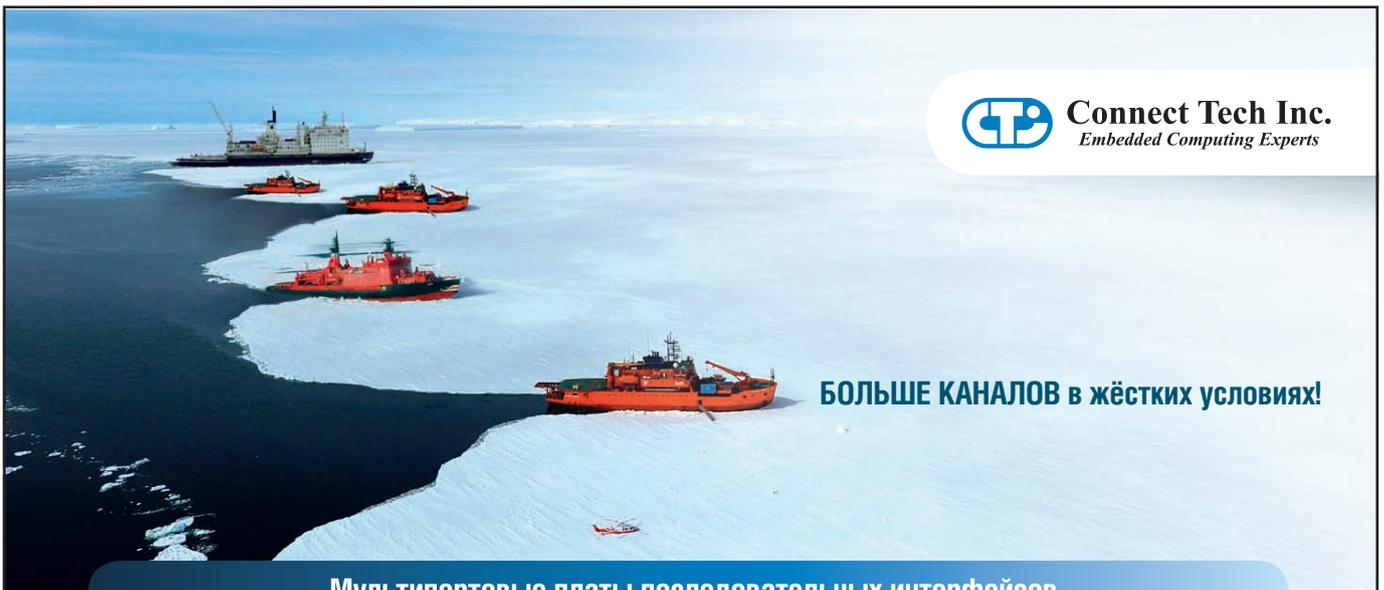

Рис. 7. Экранная форма протокола испытаний регулятора горения
- 4. Протокол испытаний.** По просьбе заказчика реализована функция формирования протокола испытаний регулятора горения. Экранная форма протокола показана на рис. 7.